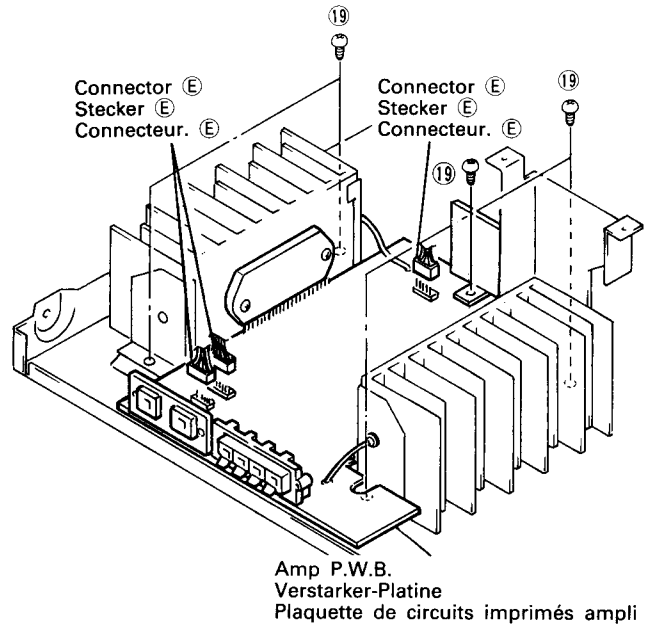

Fig. 18 Abb. 18
19. Verstärker-Platine (Abb. 18)
19. Plaquette de circuits imprimés ampli (Fig. 18)